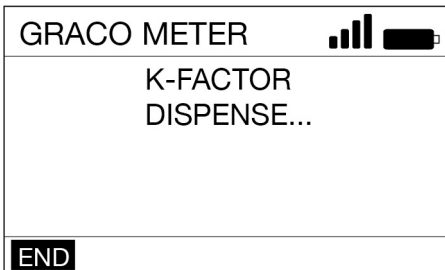

FIG. 19
6. Utilice las flechas ARRIBA y ABAJO del panel de navegación para seleccionar **ACTIVATE** (Activar) y, a continuación, pulse el botón **INTRO** del panel de navegación para iniciar la calibración de la válvula dispensadora con medidor (FIG. 19).